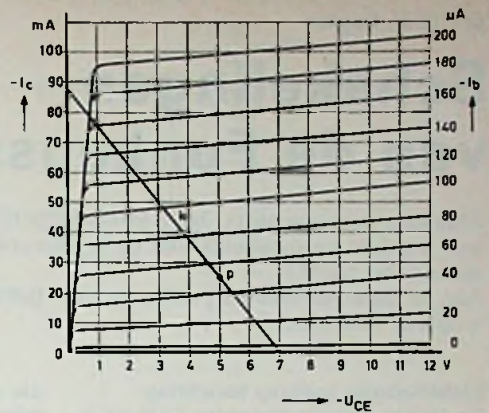

FIG. 14
Van deze transistor is in fig. 14 een bundel I_C - U_{CE} -karakteristieken gegeven.
- Uit fig. 14 volgt, dat bij het instelpunt P de maximale onvervormde collectorwisselspanning ongeveer 1,8 volt is (topwaarde) en de maximale onvervormde collectorwisselstroom ongeveer 22 mA (eveneens topwaarde). Het maximale uitgangsvermogen is dus $\frac{1}{2} \times 1,8 \times 0,022 = 0,0198$ W ≈ 20 mW.